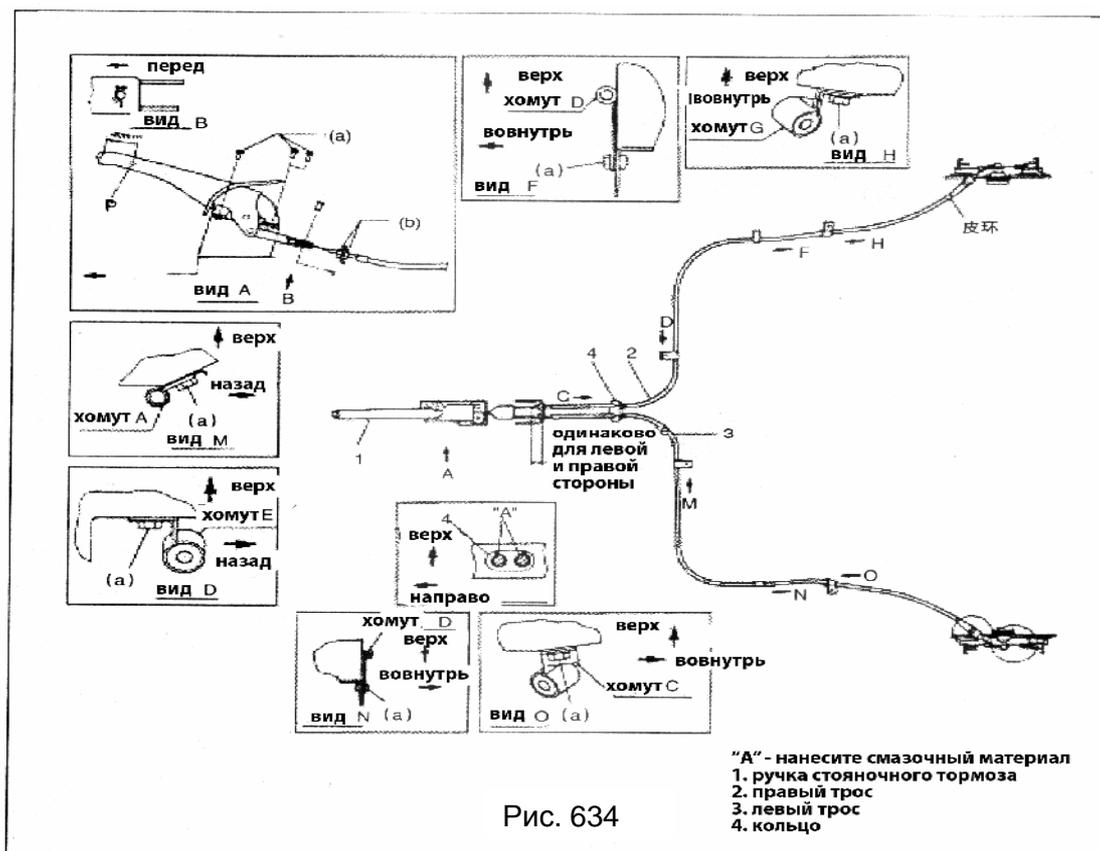

Рис. 634
- Нанесите смазочный материал как показано на рисунке (Рис. 634).